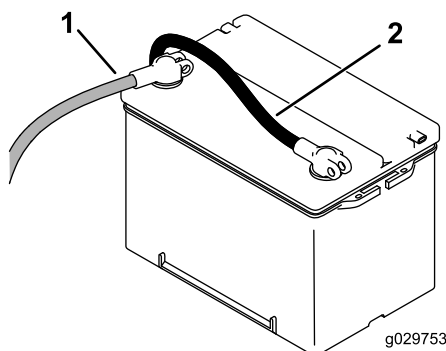

Figura 49
5. Conecte el cable positivo (rojo) al borne positivo (+), y conecte el cable negativo (negro) al borne negativo (-) de la batería (Figura 49).